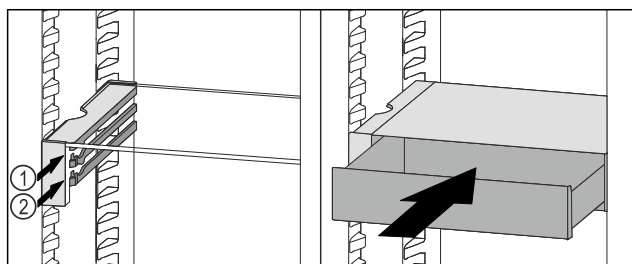

Fig. 143
- ▶ Stavite ladicu VarioSafe ukoso iza zaustavljača na željeni žlijeb Fig. 143 (1) ili Fig. 143 (2).